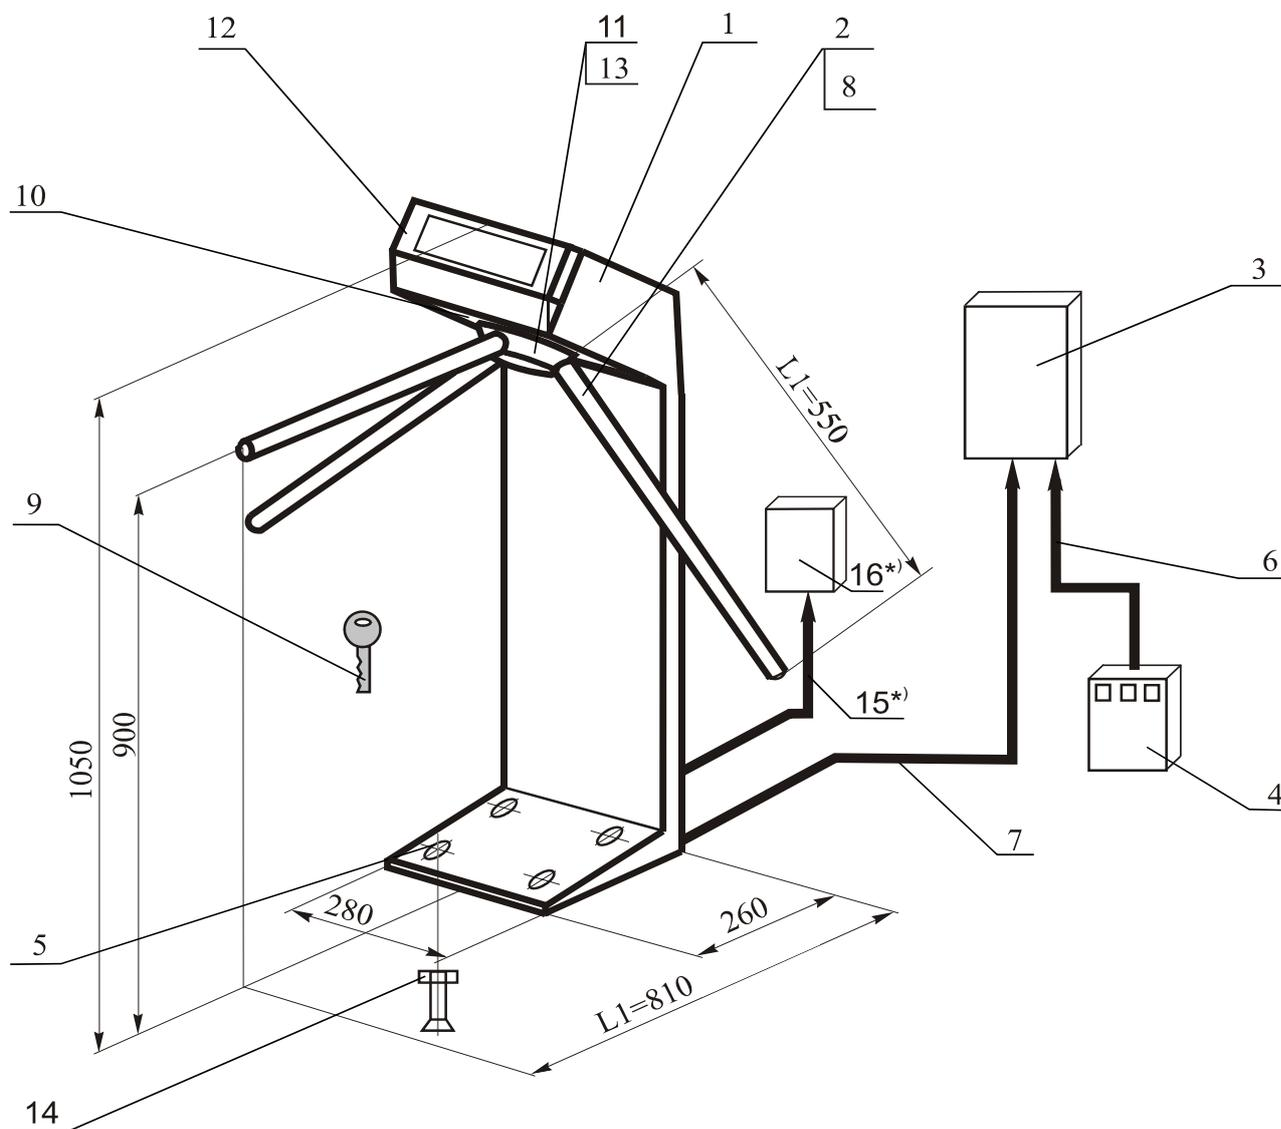
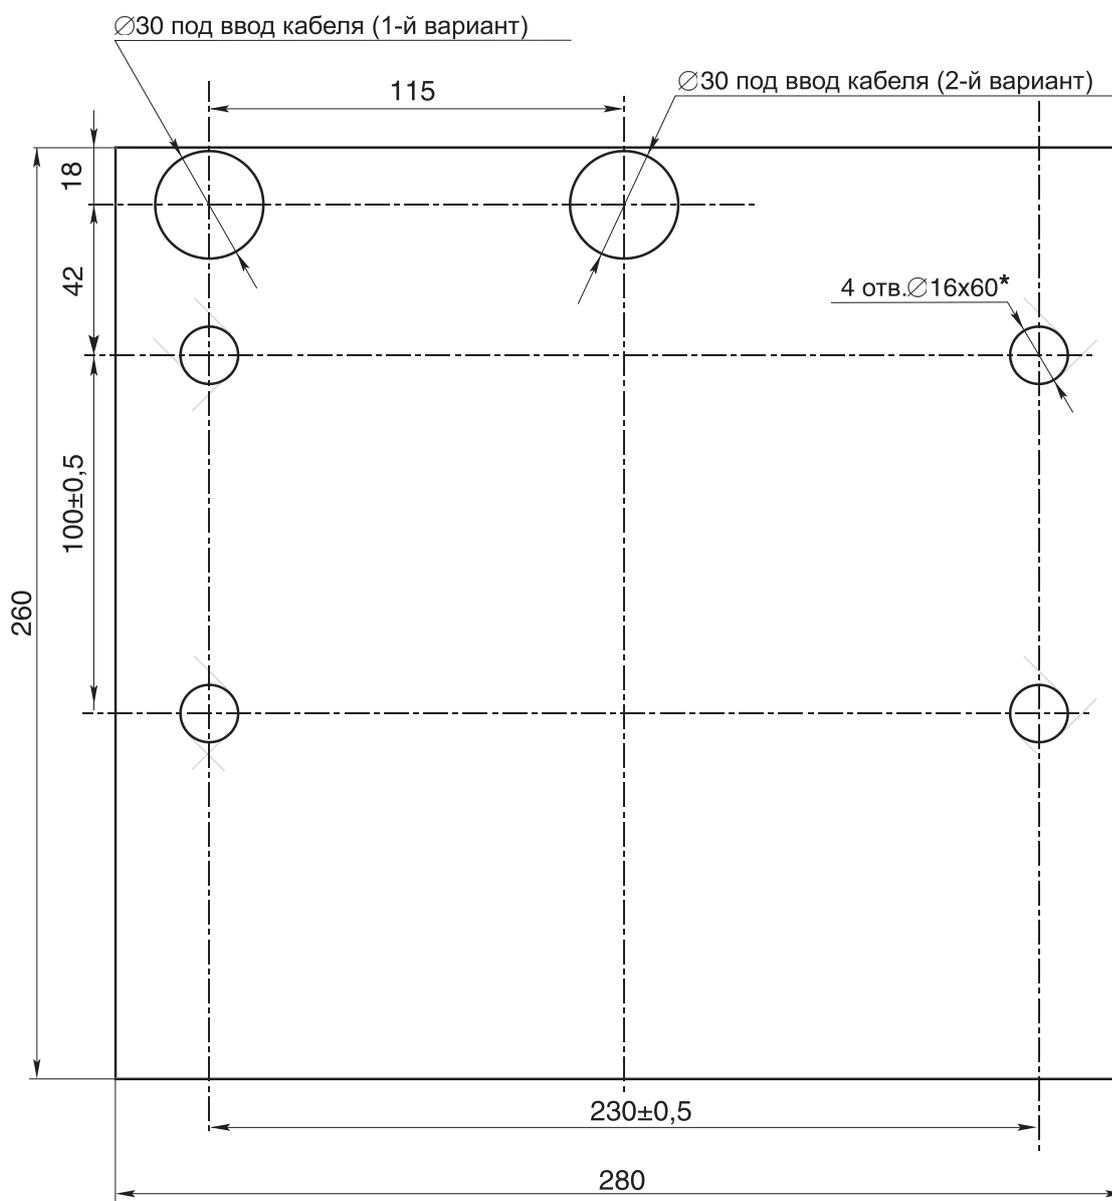

Рис. 1 - Общий вид стойки турникета PERCo-T-04 (PERCo-T-04WR-24):
Рисунок 2 - Разметка отверстий в полу под крепление и ввод кабелей стойки турникета PERCo-T-04 (PERCo-T-04WR-24)
Устройство стойки показано на рис. 1.
3.3.2. Подготовьте в полу отверстия под гайки анкерных болтов (14) (см. рис. 1). Разметка отверстий в полу для крепления стойки (1) должна соответствовать рис. 2.
3.3.3. Вставьте гайки анкерных болтов в эти отверстия так, чтобы они не выступали над поверхностью пола. Установите стойку и закрепите её болтами (14). Установите заглушки (5).
При необходимости прокладки кабеля (7) стойки под поверхностью пола, подготовьте в полу отверстие, соответствующее месту ввода кабеля стойки (7) и кабеля питания системы терморегуляции (15)* (вариант 1 или 2 рис. 2). Крепление стойки (1) (см. рис. 1) производите после прокладки кабелей (7) и (15)*.
3.3.4. С планшайбы (11) стойки (1) снимите крышку, отвернув центральный винт. Отверните фиксирующий болт (8), установленный на преграждающей планке (2). Установите преграждающую планку в соответствующее посадочное место на планшайбе (11) и зафиксируйте преграждающую планку (2) болтом (8). Под головку болта установите пружинную шайбу.